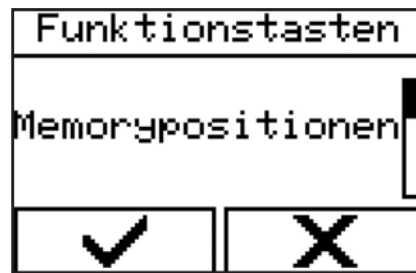

Abbildung 40 - Menü auswählen
1. Menü über „Handscharter“ → „Premiumfunktionen“ → „Einstellungen der Funktionstasten“ → „Memorypositionen“ (Abbildung 40) auswählen.